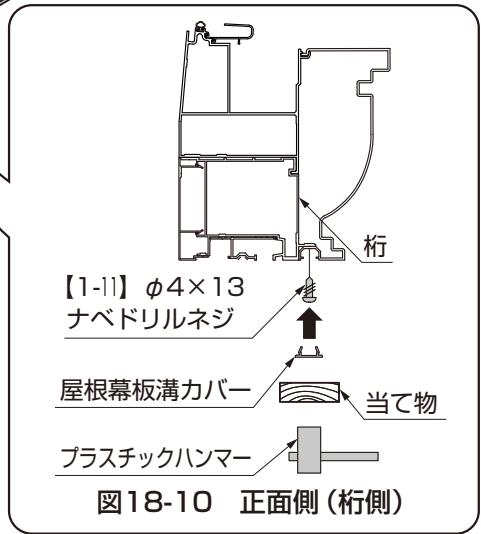

図18-10 正面側（桁側）
⑥屋根幕板を幕板取付材、桁に【1-11】で固定し、屋根幕板溝カバーをはめ込んでください。(図18-9、図18-10参照)